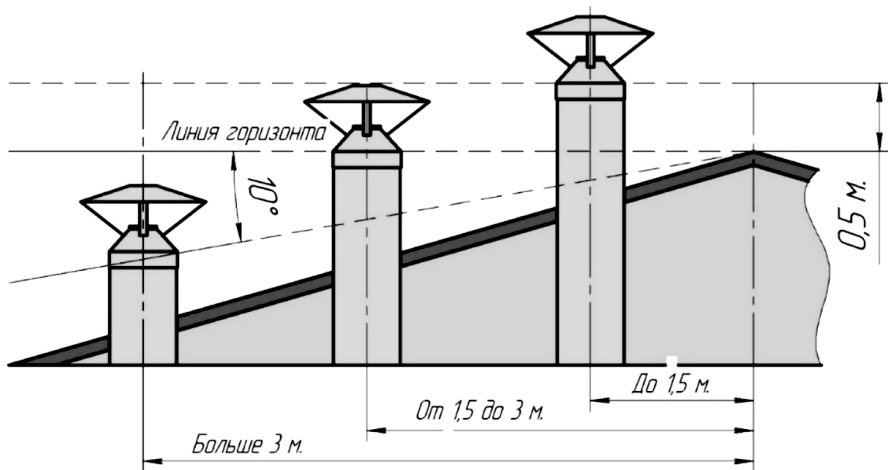

Рисунок 1: Высота дымоходной трубы
- не ниже линии, проведенной от конька под углом  $10^\circ$  к горизонту, при расположении дымовой трубы от конька на расстоянии более 3 м (рисунок 1).